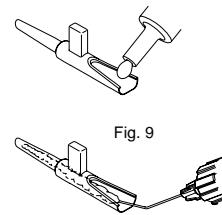

Fig. 9
2. Encha o cartucho primeiro com BSS seguido por um enchimento parcial com aproximadamente 0,3 ml de material viscoelástico tipo metilceluloso, criando um rastro na parte traseira da área de carregamento. (Fig. 9)